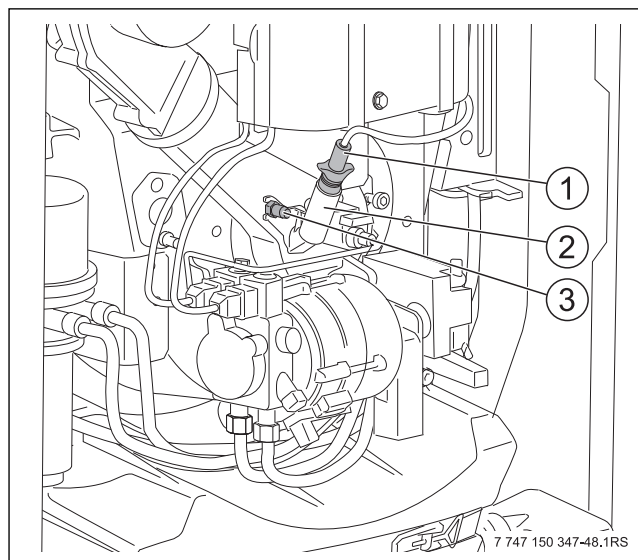

Bild 73 Flammenfühler demontieren
- Messnippel für statischen Gebläsedruck (→ Bild 73, [3], Seite 52) abschrauben.